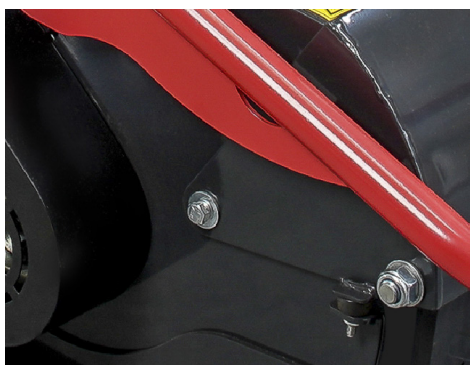

Figura 4
1. Retire la tapa frontal. Afloje los pernos montados en ambos lados como se muestra en la Figura 4; la tapa frontal se puede quitar fácilmente.